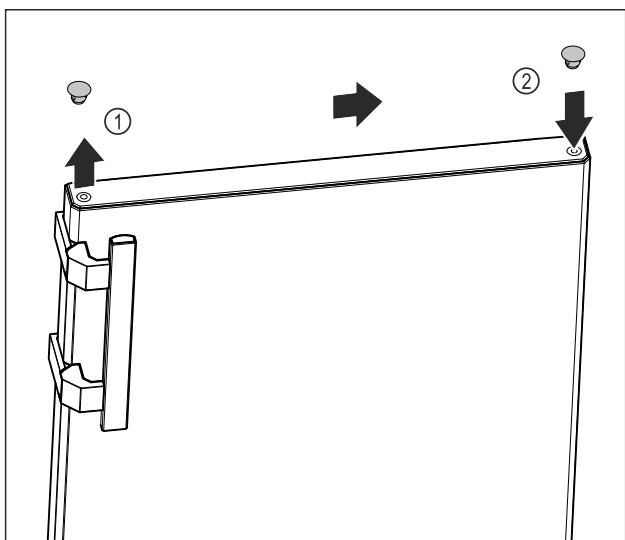

Fig. 9
- ▶ Podważyć ostrożnie zatyczkę osłonki na górze drzwi Fig. 9 (1) przy pomocy śrubokręta.
- ▶ Założyć zatyczkę osłonki po przeciwległej stronie. Fig. 9 (2)